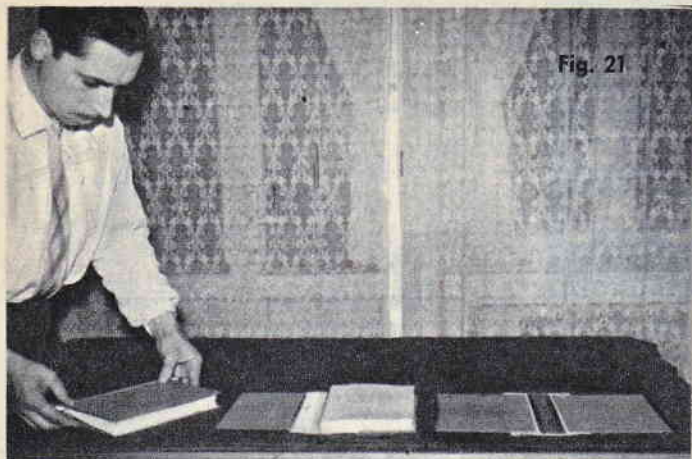

Fig. 21
**Fig. 21.** - Se dovete rifare la legatura ad un libro, o le riviste da rilegare non sono quelle di Sistema Pratico, dovrete costruirvi da soli la copertina usando due cartoncini di circa 2 mm di spessore leggermente più grandi del volume da ricoprire, e tela o finta pelle per la ricopertura della copertina stessa.